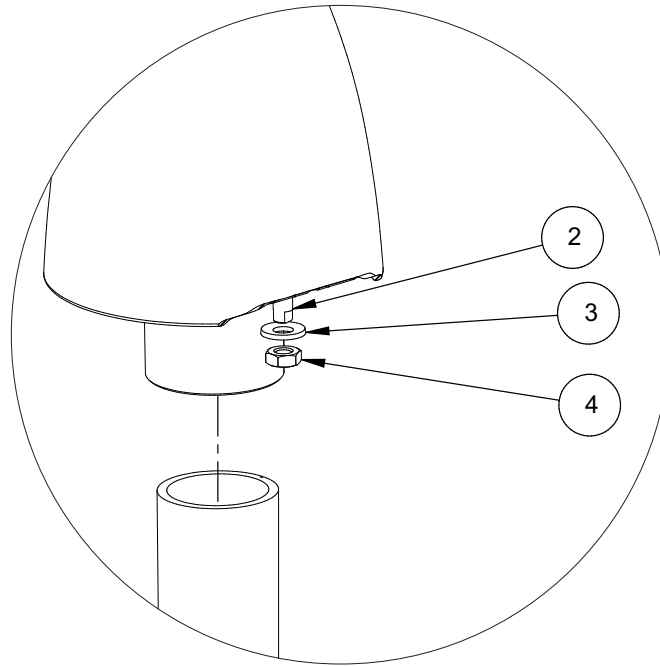

Abbildung 9.5: Erdungsklemmen-Baugruppe
1. Entfernen Sie die Mutter (Pos. 4 in Abb. 9.5) und die Sicherungsscheibe (Pos. 3 in Abb. 9.5).
2. Setzen Sie die Ringklemme auf die Erdungsschraube (Pos. 2 in Abb. 9.5).
3. Setzen Sie zunächst die Sicherungsscheibe (Pos. 3 in Abb. 9.5) auf den Erdungsbolzen (Pos. 2 in Abb. 9.5) und schrauben Sie dann die M8-Mutter (Pos. 4 in Abb. 9.5) auf das Gewinde des Erdungsbolzens.
4. Ziehen Sie die Mutter (Pos. 4 in Abb. 9.5) mit einem maximalen Drehmoment von 6 Nm fest.